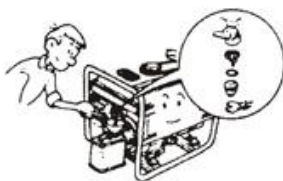

Рис. 46
8.1 Злийте пальне з паливного баку (Рис. 46).